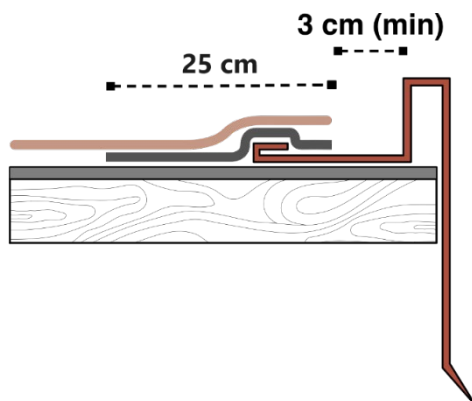

**Fig. 14** - Posa tegole sul compluvio
- Tagliare trasversalmente lo spigolo superiore della tegola al compluvio - Fig. 14, in modo da convogliare l'acqua discendente lungo l'asse del compluvio. Sollevare le
tegole, una per volta e fissarle con il cannello alla membrana sottostante. In caso di una tegola granigliata sottostante, applicare del Bitustick per il loro fissaggio - Fig. 14.